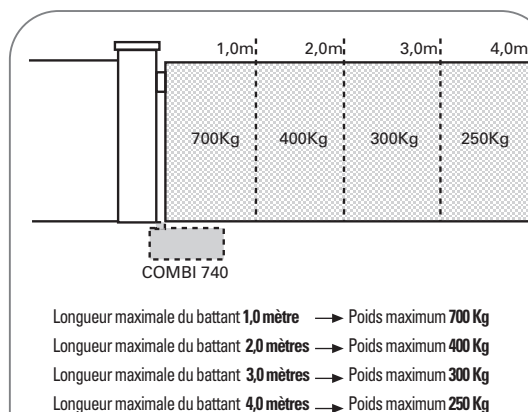

FIG. 7
- 4) Le poids statique que le Combi 740 peut supporter est de 700 Kg, pour des battants d'une longueur de 1,0 mètre. Au-delà de cette longueur, il faut diminuer le poids du battant (Fig.7)